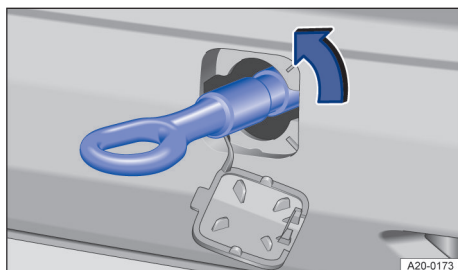

Fig. 188 În bara de protecție dreapta spate: înșurubarea inelului de remorcare.
4. Înșurubați inelul de remorcare cât de mult posibil, în sensul săgeții, în locaș → fig. 188, → pagina 322. Utilizați un obiect adecvat cu care să poată fi înșurubat complet și fix inelul de remorcare în punctul de fixare.